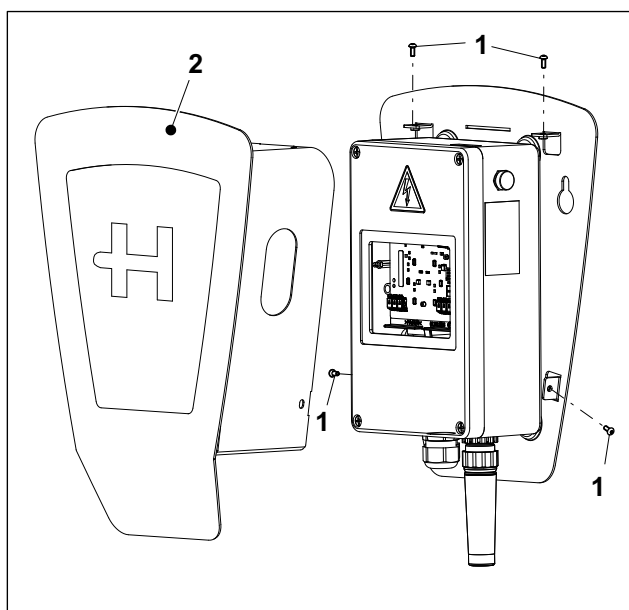

Abb. 8 Wallbox Energy Control mit Abdeckhaube
10. Die Abdeckhaube aufsetzen und mit den vier Schrauben M4x10 (Abb. 8/1) festziehen (1,8 Nm). Die vier Schrauben sind Beipackzubehör.